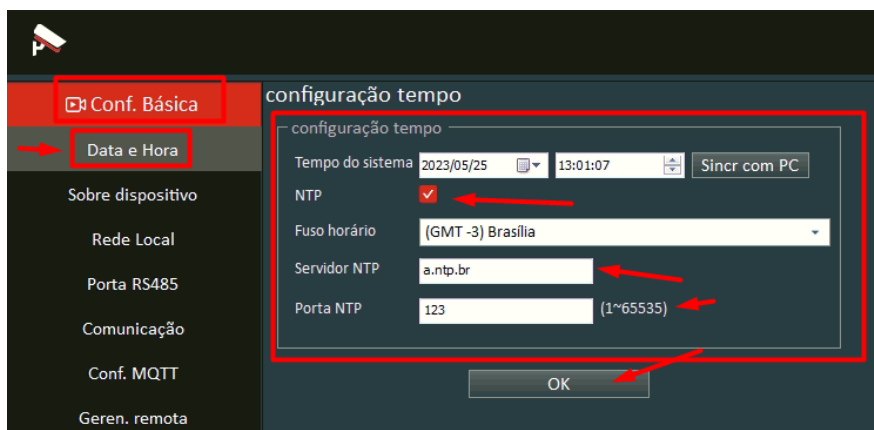

Figura 37 – Sincronismo data e horário
- Na aba "**Config. Básica**" → **Data e Hora**", deixar ajustado o horário e data. Veja figura 37: